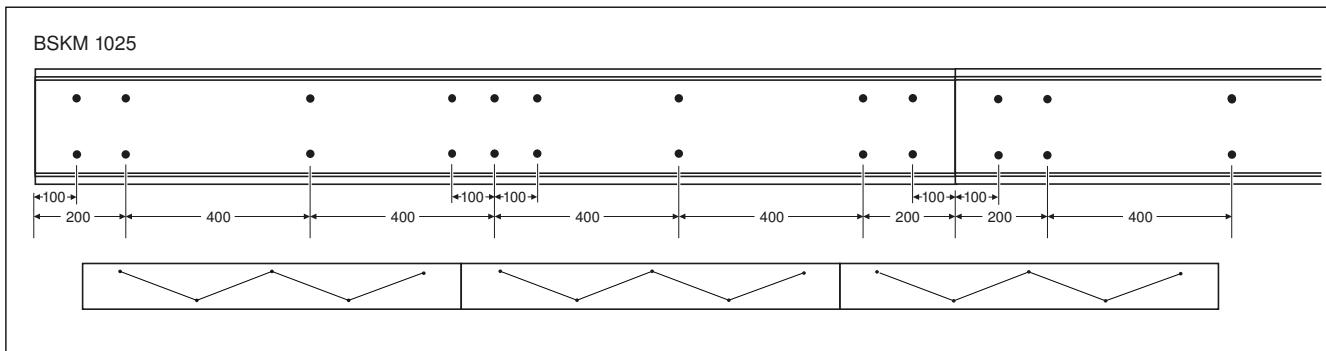

Abb. 21: Lochbild für Wandmontage, BSKM 1025
- Innen liegende Beschichtung an den notwendigen Lochungen mit spitzem Gegenstand durchstechen. Lochbilder wie in Abb. 21, 22 oder 23 beachten. Die Löcher müssen versetzt angebracht werden.